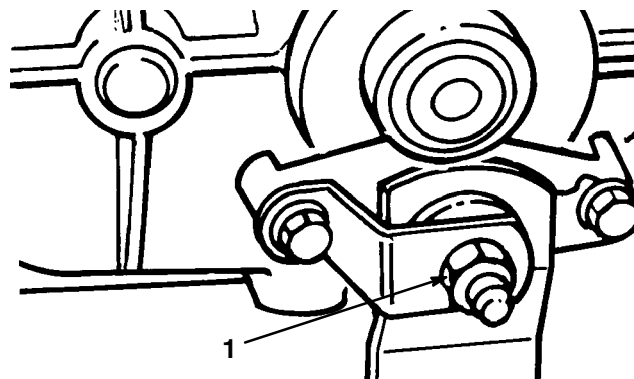

Figure 14
Régalez les rondelles de frein si le frein de stationnement ne reste pas serré ou si la force de freinage est insuffisante quand la pédale de frein est enfoncée. Le frein se trouve du côté gauche de la boîte-pont (Fig. 14).
3. Vissez le contre-écrou de 1/4 de tour vers la droite environ (Fig. 14).